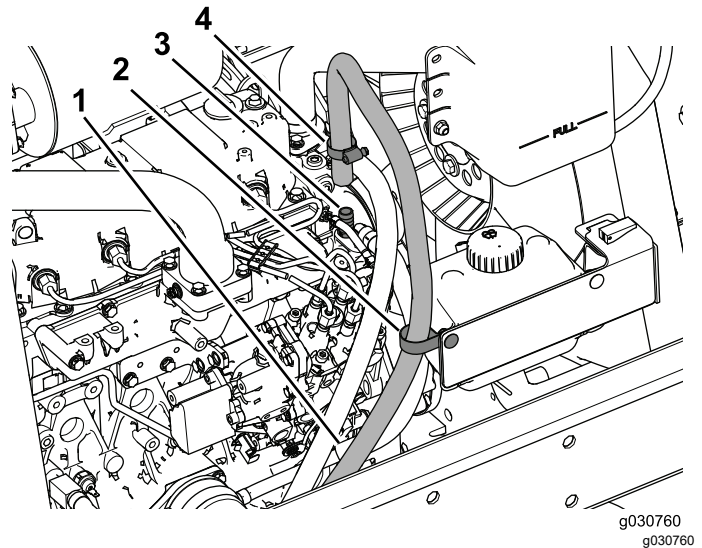

Bild 37
6. Schieben Sie die Schlauchklemme auf den Rücklaufschlauch und stecken Sie den Schlauch auf das Anschlussstück (3/8" NPT x 0,625 Zahnung), wie in Bild 37 abgebildet.